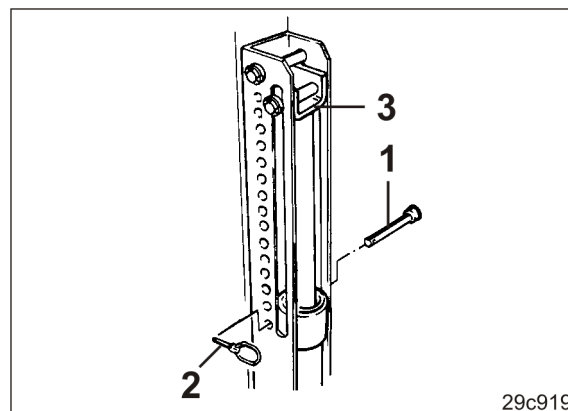

Bild 176
3. Sätt in bulten (Bild 176/1) nedanför anslaget (Bild 176/3) i ett hål i hålgruppen och säkra med en låssprint (Bild 176/2).